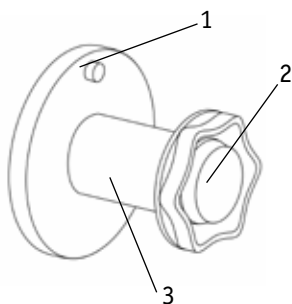
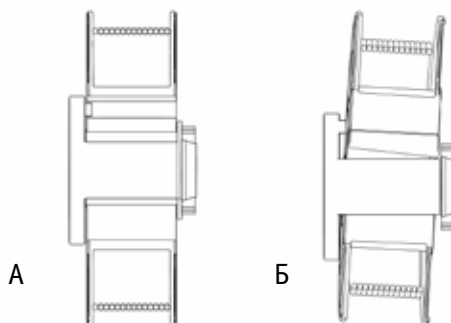

Рис. 8.4.2. Ось катушки.
Рис. 8.4.3. Установка катушки с проволокой D 300 на ось катушки.
2. Установите катушку с проволокой D 300 на ось катушки (См. рис. 8.4.2). Не допускайте перекоса катушки (См. рис. 8.4.3).
2. Установите катушку с проволокой совместите отверстие катушки и фиксатор адаптера, зафиксируйте её прижимной гайкой (См. рис. 8.4.2. п.2).